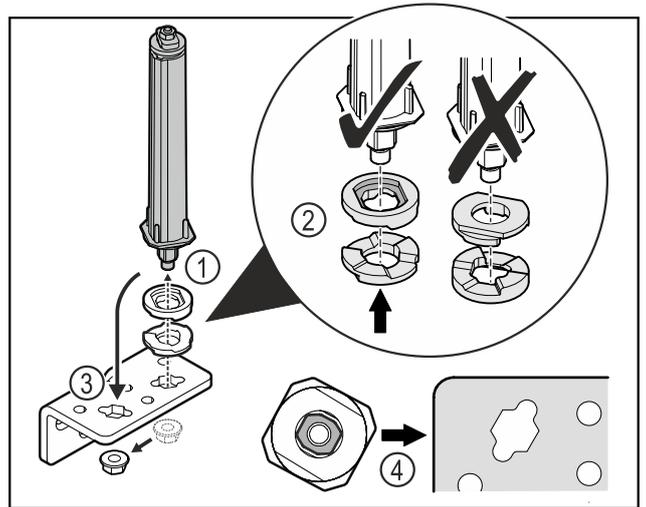

Fig. 37
- ▶ Mutter lösen und Türschließsystem entfernen Fig. 37 (1).
- ▶ Auf die korrekte Ausrichtung der Höhenverstellerscheiben achten Fig. 37 (2).
- ▶ Türschließsystem im Scharnierwinkel umsetzen und mit der Mutter fixieren Fig. 37 (3).
- ▶ Beim Einsetzen auf die korrekte Ausrichtung des Türschließsystems achten Fig. 37 (4).